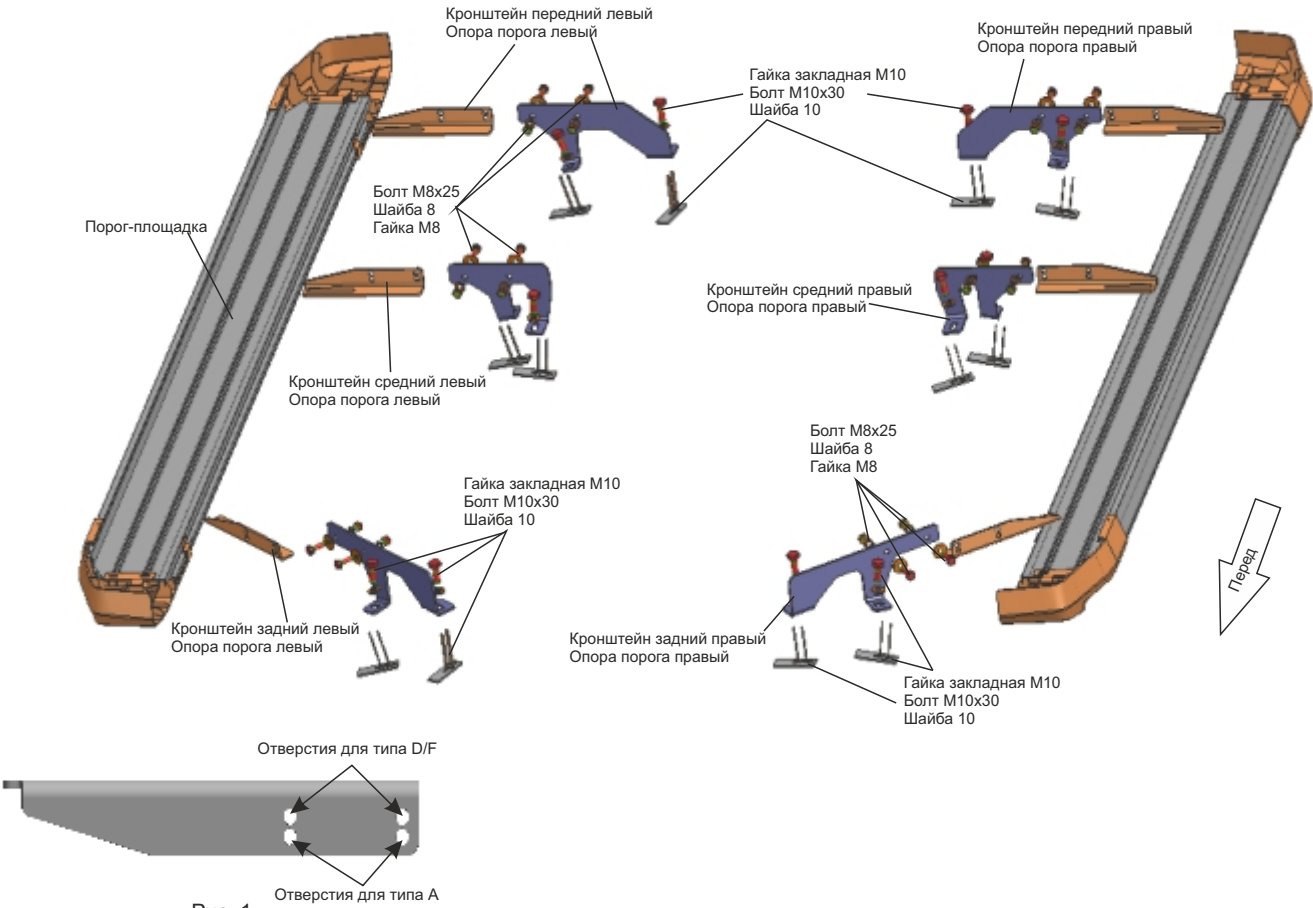

Рис. 1
- 4. Скрепить между собой опоры порога и кронштейны болтами М8х25 с шайбами 8 и гайками М8. (Рис.1, Рис. 6)